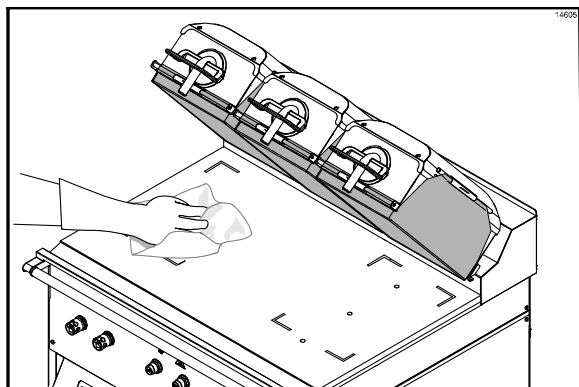

图 69
41. 用干净并浸湿消毒液的煎炉抹布擦拭下煎炉表面。重复这一步骤，直到将表面擦干净。（请见图 69）